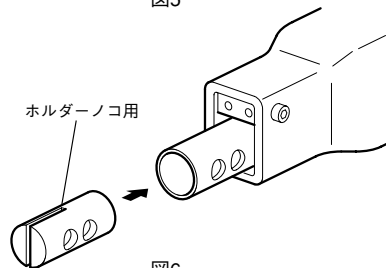

図6
- (2) ホルダー ノコ刃用を向きに注意してホルダーケースに組み込み、六角穴付止めネジ 平先5×6を仮止めします。（図6）